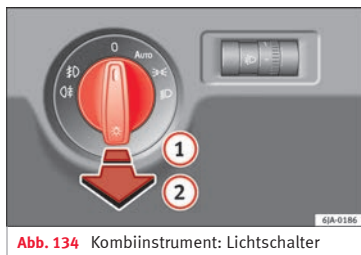

Abb. 134 Kombiinstrument: Lichtschalter
- Drehen Sie zunächst den Lichtschalter »» **Abb. 134** in die Stellung **AUTO**, »« oder »».
- Drehen Sie zunächst den Lichtschalter » Abb. 134 » Seite 129 in die Stellung **AUTO**, ☞ oder ☞.